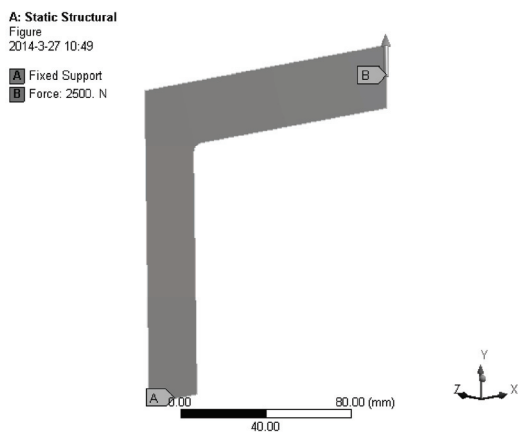

图 18-10 边界条件示意图
6) 选择 Mechanical 界面左侧 Outline 树结构图中的 Static Structural (A5) 选项, 查看边界条件示意图, 如图 18-10 所示。